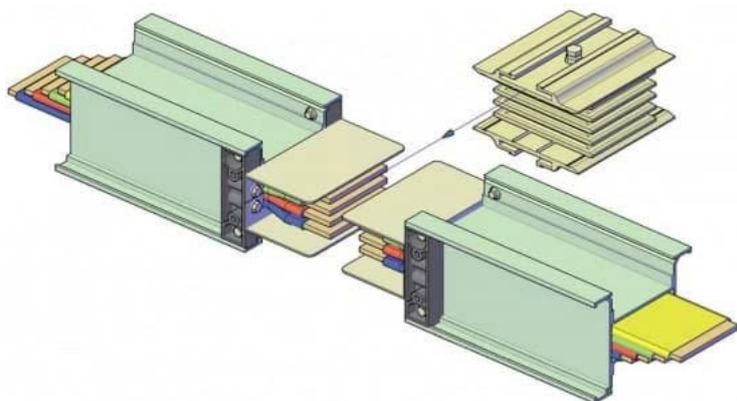

Рисунок 15
6.7 Допускается вставлять соединительный элемент с торца. Проверьте расстояние между шинами (40 мм), соосность, горизонтальный уровень и отсутствие видимого зазора между стыкуемыми шинами. При необходимости скорректируйте положение секций (рисунок 15).